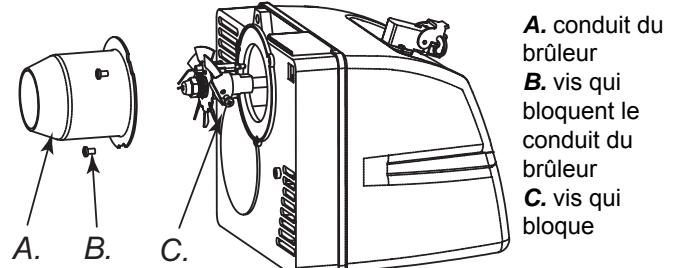
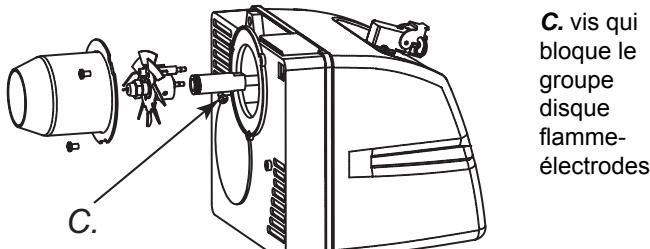

Figure 12 - coquille-brûleur de démontage.
Figure 13 - Démontage du groupe disque flamme-électrodes XL9 E.
- Dévisser les trois vis (B Fig. 12) qui bloquent le conduit du brûleur (A Fig. 12);
- Dévisser la vis (C Fig. 12) qui bloque le groupe disque flamme-électrodes et l'enlever du porte-injecteur (Fig. 13) ;